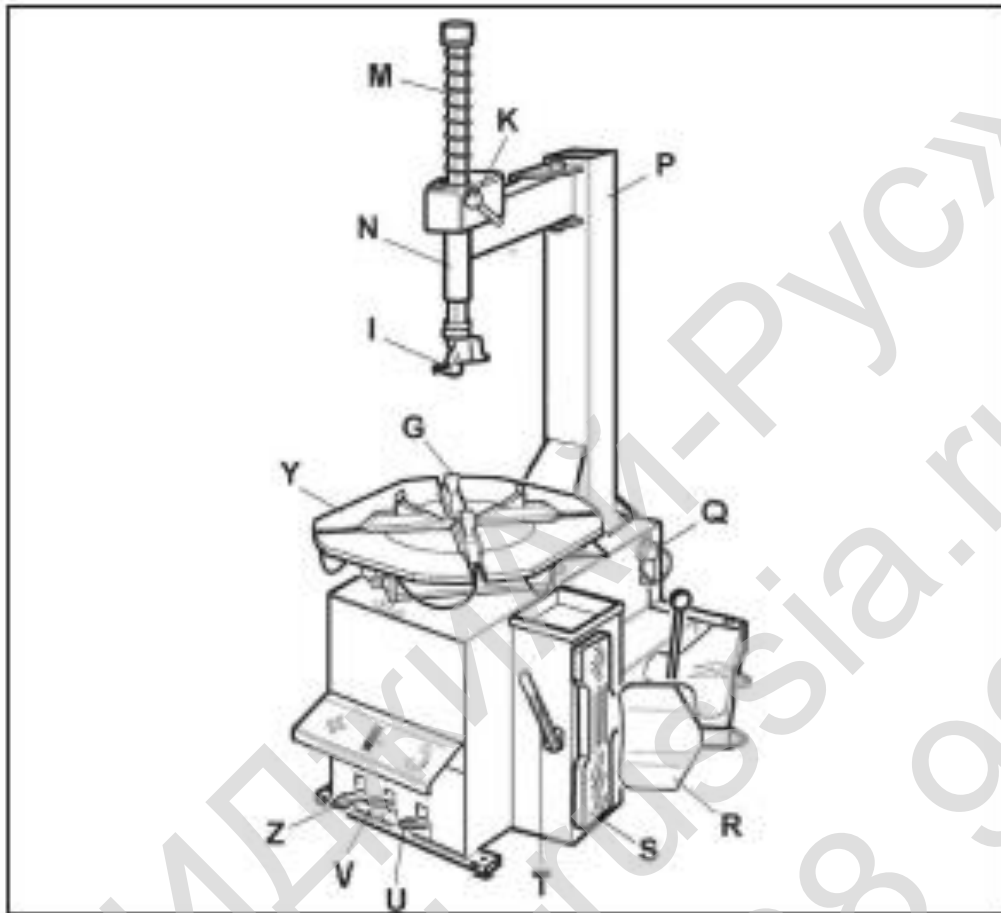

Рисунок 1
- Выньте станд из упаковочной коробки (либо деревянного ящика), проверьте сохранность и комплектность деталей и сборочных узлов станда (Рис.1).